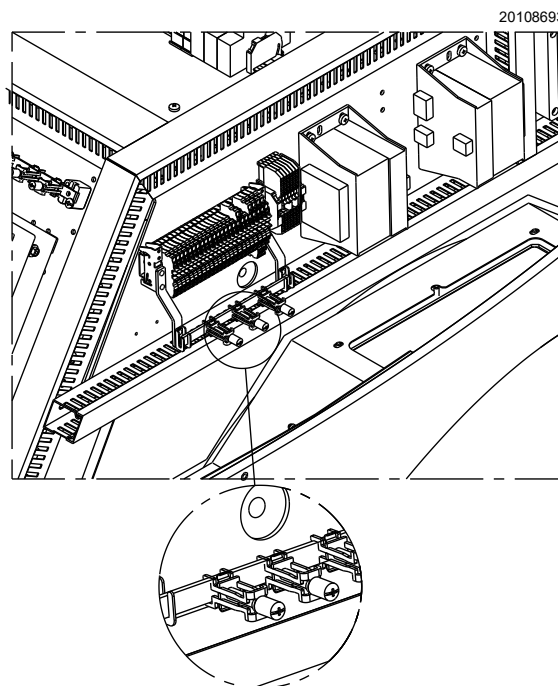

Fig. 33
- 1 Le raccordement de l'onduleur au LMV52... doit être réalisé comme indiqué dans la Fig. 33.
- 2 Le raccordement du capteur O₂ et des sondes de pression/température doit être réalisé comme indiqué dans la Fig. 33.
- 3 Le raccordement du capteur O₂ et des sondes de pression/température doit être réalisé comme indiqué dans la Fig. 33.